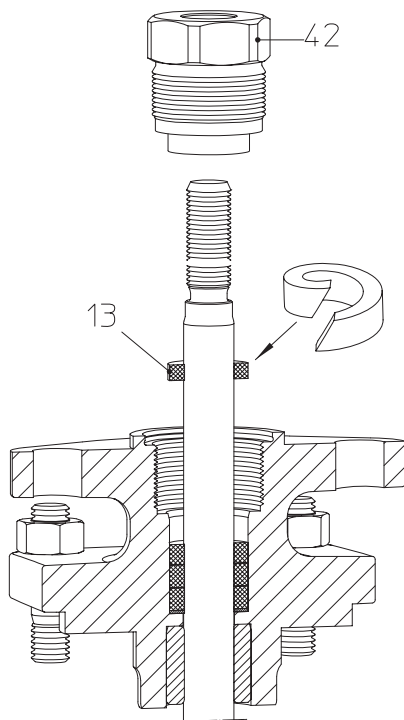
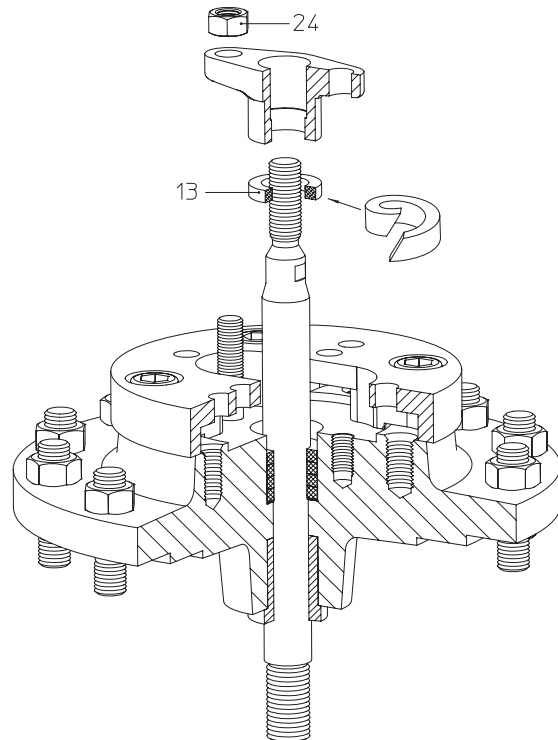

Рис. 13: сальниковая набивка
Рис. 14: сальниковая набивка
- Установите новое уплотнительное кольцо (поз. 13), руководствуясь Рис. 13 и Рис. 14.